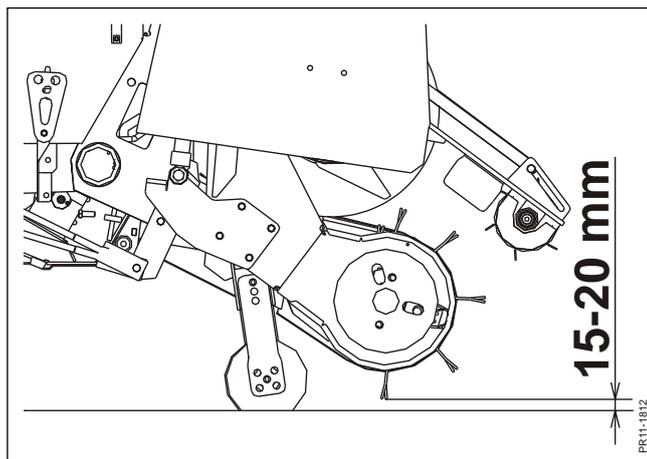

Abb. 6-5
**Abb. 6-5** Die Pickup ist mit Stützrollen aus Stahl ausgestattet, die höhenverstellbar sind. Ab Werk werden die Räder so eingestellt, dass ein Abstand von 15 - 20 mm zwischen den Zinken und einem geraden und festen Untergrund besteht. Regelmäßig sicherstellen, dass die Pickup-Zinken nicht weiter nach unten reichen als nötig, um die Schwade effizient aufzuheben. Wenn die Zinken zu hart auf den Boden aufschlagen, nutzen sie sich schnell ab, und der Antrieb der Pickup wird möglicherweise überlastet.